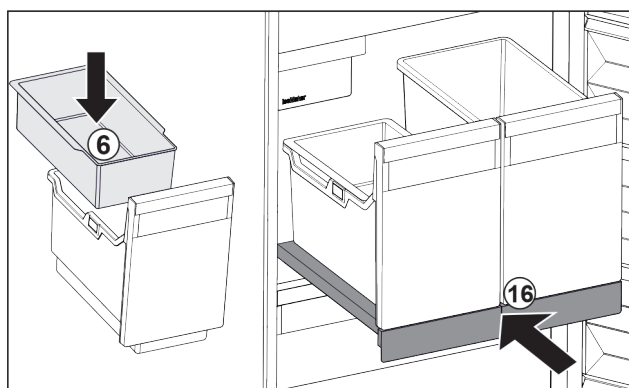

Fig. 96
- ▶ Sæt holderen i døren Fig. 96 (6) til isterninger i.
- ▶ Skub udtrækshylden med beholderne (IceTower) ind. Fig. 96 (16)